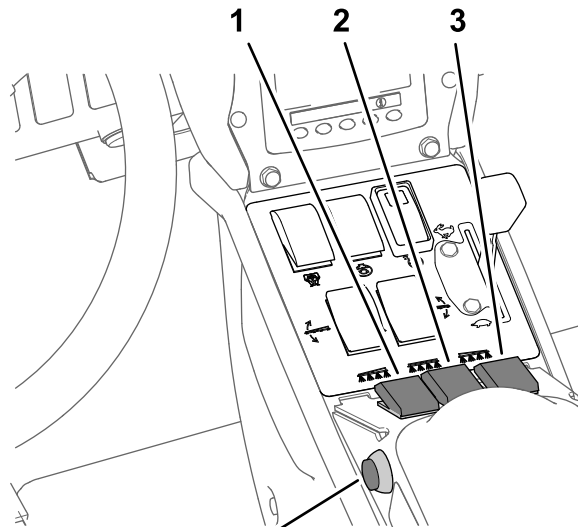

图 44
7. 将打药机喷洒臂段开关设定至开启位置图 44。
10. 以所需速度行驶然后将主喷洒臂段开关设定至开启位置开始喷洒图 44。
3. 将主喷洒臂开关设定至关闭位置请参阅 以喷洒率模式喷洒 \(页码 29\) 中的 图 44。
7. 需要时将单个喷洒臂段开关设定至开启位置请参阅 以喷洒率模式喷洒 \(页码 29\) 中的 图 44。
9. 以所需速度行驶然后将主喷洒臂段开关设定至开启位置开始喷洒请参阅 以喷洒率模式喷洒 \(页码 29\) 中的 图 44。